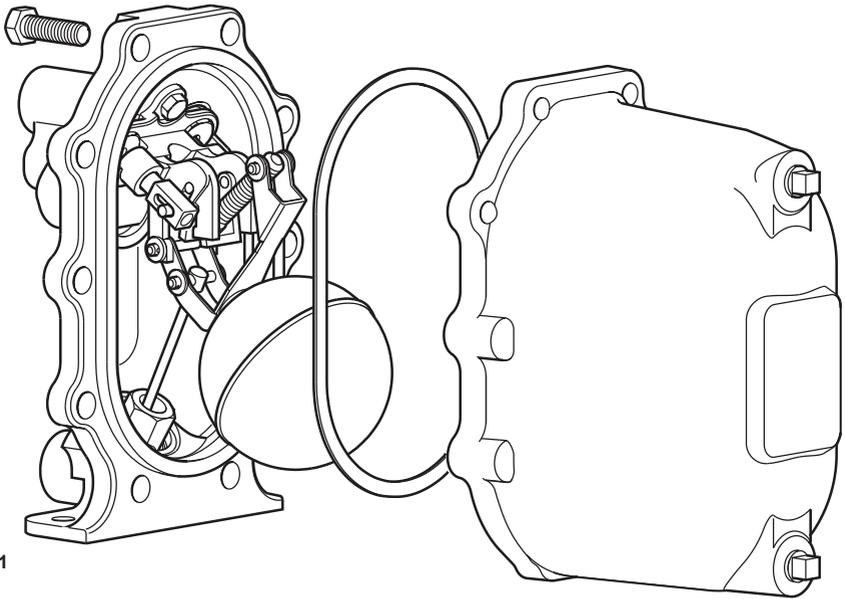

Fig. 1
1. Desconecte todas as conexões da tampa. Remova os parafusos da tampa usando um soquete A/F de 19 mm e, em seguida, deslize cuidadosamente o conjunto da tampa para longe do corpo (será necessária uma distância mínima de retirada de 225 mm). Levante o conjunto da tampa até uma bancada ou outra superfície de trabalho conveniente e prenda com firmeza, evitando o contato com a face da gaxeta (ver Fig. 1).